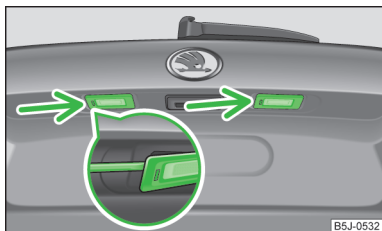

Fig. 161
- › Introduceți capătul plat al unei șurubelnițe în orificiul din locul marcat cu săgeată » fig. 161 și apăsați-l cu atenție spre centrul lămpii, lampa sare puțin din locaș.